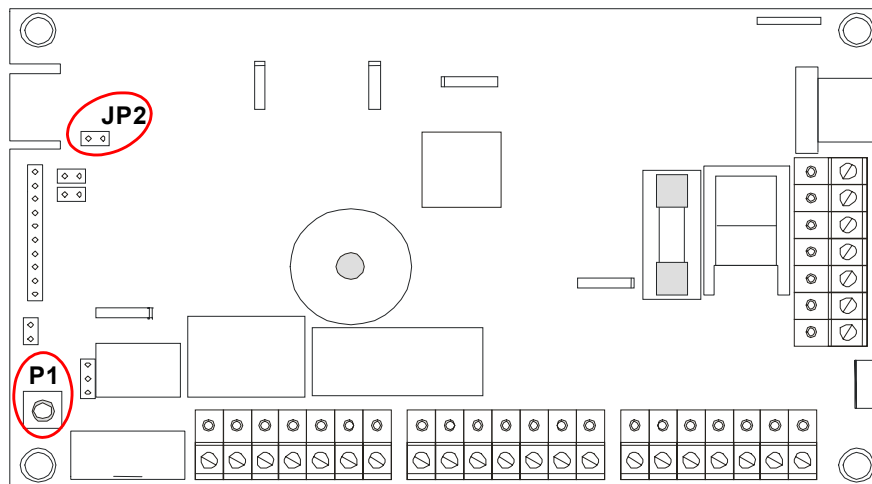

Figura 3 - Modulo CFK: jumper di configurazione e pulsante reset
- inserire il jumper di configurazione JP2 (vedi Figura 3) sulla scheda base di centrale;